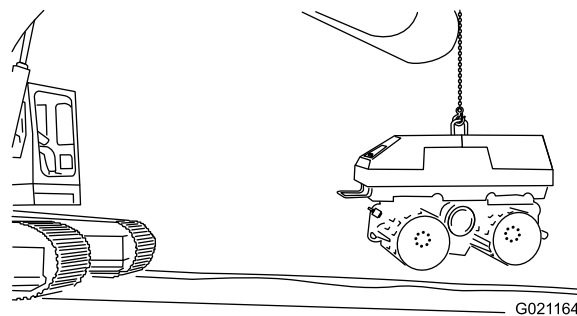

**Figura 44**
- Inicie la vibración hacia adelante presionando y soltando el botón de vibración hacia adelante (Figura 44).
- Inicie la vibración hacia atrás presionando y soltando el botón de vibración hacia atrás (Figura 44).